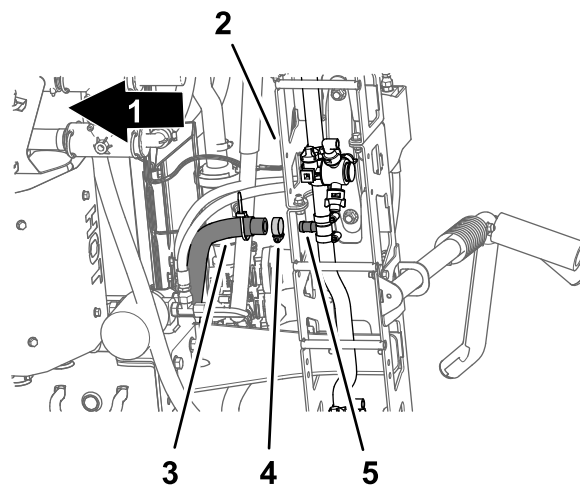

图36
5. 在中间喷洒段下方取下将中间喷洒段的供水软管固定到宝塔 T 形接头的软管夹图36。